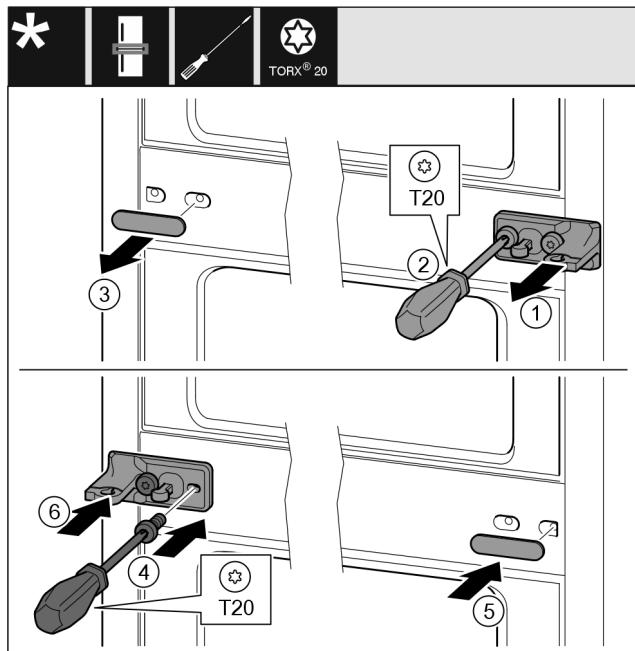

Fig. 10
- ▶ Skinite podložnu pločicu. Fig. 10 (1)
- ▶ Odvijačem T20 odvijte vijke. Fig. 10 (2)
- ▶ Oprezno skinite pokrov. Fig. 10 (3)
- ▶ Cvrsto zavijte podložak ležaja s folijom okrenuto za 180 ° na drugoj strani. Fig. 10 (4)
- ▶ Postavite pokrov okrenut za 180° na drugoj strani. Fig. 10 (5)
- ▶ Nataknite podložnu pločicu s prednje strane. Fig. 10 (6)